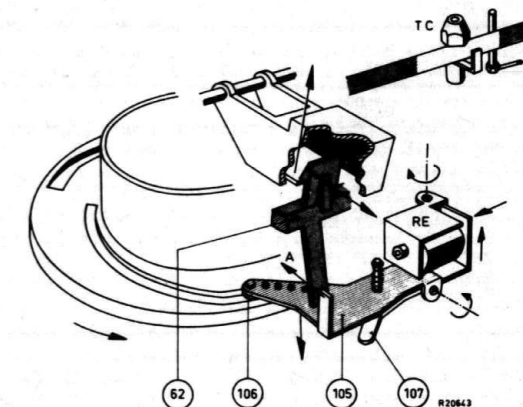

Fig. 18
- Als de stopstoets wordt ingedrukt, zal deze toets de vergrendelbeugel 62 achterover drukken, waardoor de andere ingedrukte toetsen ontgrendeld worden. De stopstoets kan zelf niet gearrêteerd worden, zie fig. 18.